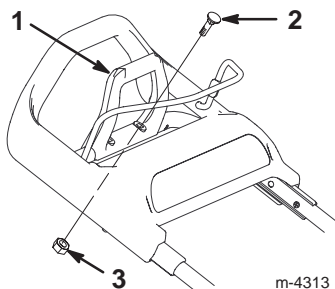

Figure 4
- Placez la poignée d'aide au déplacement sur les trous de la barre de la partie supérieure du mancheron (Fig. 4).
- Vis de carrossier (2)
- Contre-écrou (2)
- A l'aide des boulons de carrossier et des contre-écrous fournis dans le kit, fixez la poignée à la barre (Fig. 4). Serrez les contre-écrous jusqu'à ce que la poignée d'aide au déplacement ne plie plus, mais **ne les serrez pas excessivement**.